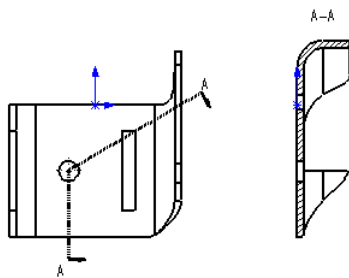

图 5-14 对齐剖视图
(1) 在“剖面视图辅助”属性管理器中选择“对齐”按钮 ，在视图中出现两条线段，这两条线段确定其剖切位置。
(2) 先在视图适当位置点击一点为定位点，拖动一条线段到要剖切的合适角度，然后再拖动另一条线段到合适角度。
(3) 在快捷菜单中单击  按钮，会弹出“剖面视图”属性管理器，系统会在垂直于剖切线的方向出现一个方框，表示剖切视图的大小。拖动这个方框到适当的位置释放鼠标，剖切视图被放置在工程图中，如图 5-14 所示。